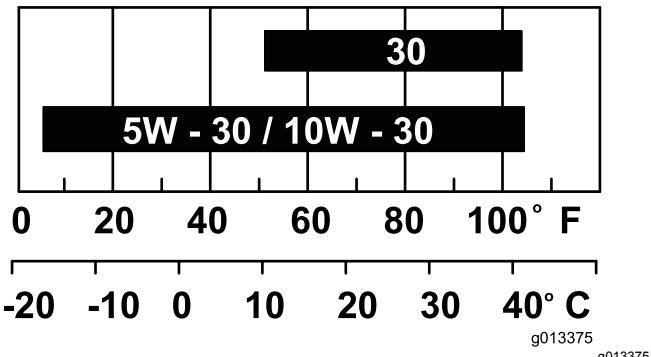

Figure 8
**Remarque:** Utilisez de l'huile SAE 10W-30 pour usage général. Vous pouvez utiliser les autres viscosités d'huile indiquées dans le tableau lorsque la température moyenne dans votre région correspond à la plage indiquée (Figure 8).